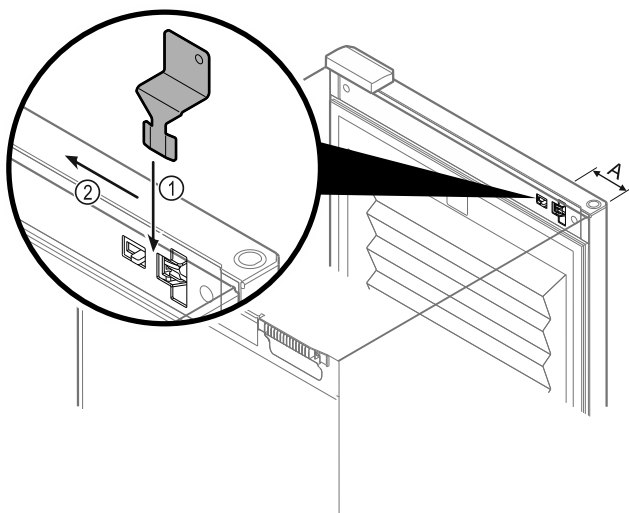

Fig. 146
- ▶ A vészkioldó kulcsot a megadott helyen helyezze el Fig. 146 (A) ≈ 100 mm.
- ▶ Dugja be ütközésig a vészkioldó kulcsot fentről az ajtó és a készüléktest közé Fig. 146 (1).
- ▶ Húzza a vészkioldó kulcsot a zsanérr oldal felé Fig. 146 (2).